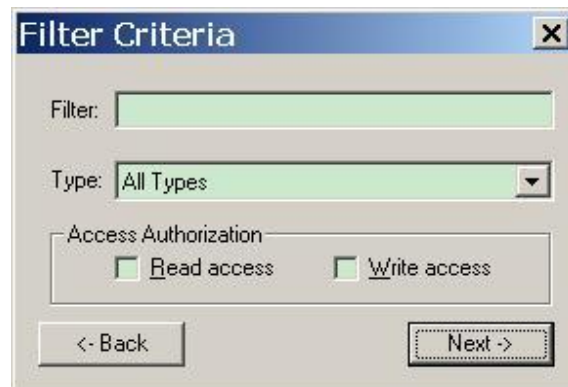

图 42 过滤变量
5. 在弹出的“Filter Criteria”对话框中，选择需要的过滤类型，这里选择“ALL Types”并且不限制读写访问的类型，单击“Next”，如图 42 所示。